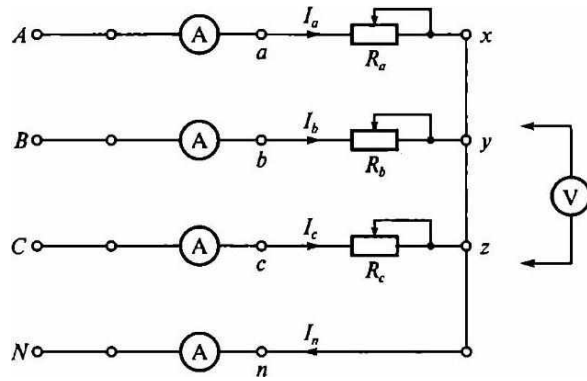

Рис. 7.1. Схема трехфазной ЭЦ с активной нагрузкой однофазных приемников, соединенных «звездой»
Схема электрической цепи (ЭЦ) с включенными в нее измерительными приборами приведена на рис. 7.1. В качестве измерительных приборов в работе используются:
3.3. Собрать ЭЦ в соответствии с рис. 7.1. С помощью переключателя пределов установить наибольшую номинальную величину измерительных приборов. После проверки схемы преподавателем подать напряжение в ЭЦ, при этом должны загореться соответствующие сигнальные лампы, показанные на рис. П.3. Измерить вольтметром линейное напряжение (Л), которое должно лежать в диапазоне $(36 \pm 3,6)$ В.
3.7. На основании данных табл. 7.1 и 7.2 с учетом рис. 7.1 вычислить полные сопротивления фаз Z и углы сдвига фаз между током и напряжением (φ), результаты занести в табл. 7.3.
5.3. В табл. 7.4 даны значения линейного напряжения и фазных сопротивлений ЭЦ, приведенной на рис. 7.1. Номер варианта соответствует номеру стенда. На основании данных табл. 7.4 для своего варианта вычислить фазные напряжения и токи для ЭЦ с нейтральным проводом. Результаты занести в табл. 7.1 и 7.2. На основании данных табл. 7.1 и 7.2 построить на рис. 7.2 в масштабе векторные диаграммы напряжений и токов. По векторным диаграммам определить значение тока в нейтральном проводе.